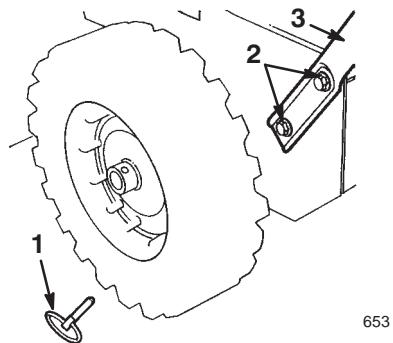

Bild 3
- Entfernen Sie die Achszapfen an beiden Rädern (Bild 3) und schieben Sie die Räder ungefähr 2,5 cm auf der Achse nach außen.
- Positionieren Sie den linken Teil des Griffelements an der linken Seite der Schneefräse, richten Sie die Griffbefestigungslöcher auf die Löcher in der Seitenplatte aus und befestigen Sie den Griff mit zwei Schrauben und Wellenscheiben per Hand (Bild 3).